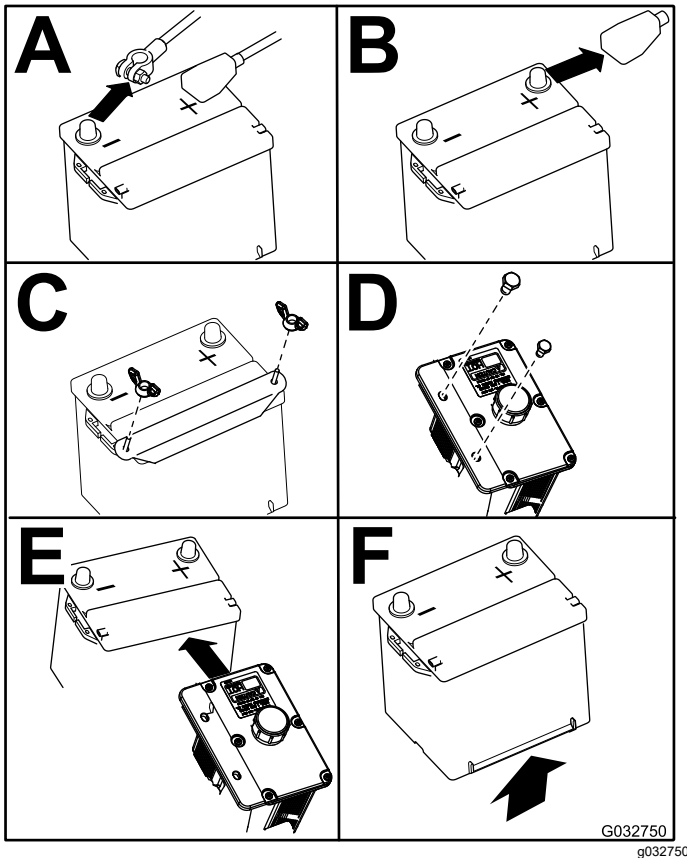

Figura 46
4. Retire la batería según se muestra en la Figura 46.